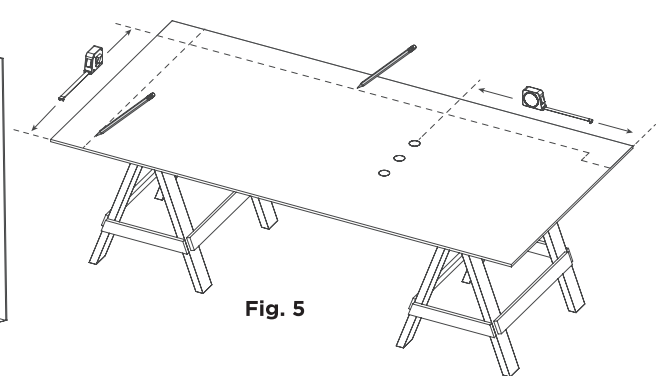

Fig. 5
- 4.5 Mesurez et marquez soigneusement toutes les coupes correspondantes sur le panneau (Fig. 5)